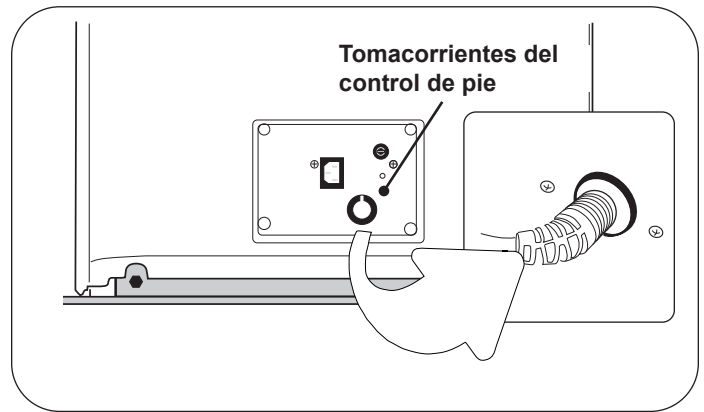

Figura 21. Tomacorrientes del control de pie
2. Inserte el enchufe macho del cable del control de pie en el tomacorriente de la mesa (Figura 21). Asegúrese de que el enchufe esté completamente insertado. Consulte la (Figura 9) para conocer la inserción adecuada del enchufe del control de pie. No insertar correctamente el enchufe del control de pie puede causar que algunas funciones no se ejecuten adecuadamente.